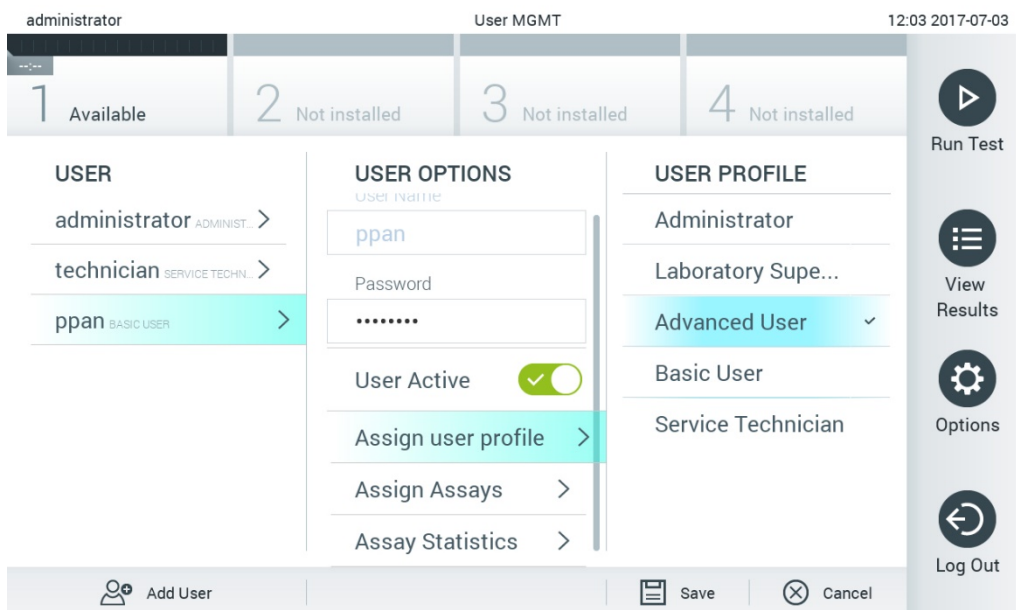

Abbildung 60: Zuweisung von Benutzerprofilen zu Benutzern
- Assign User Profile (Benutzerprofil zuweisen): Zuweisung eines anderen Benutzerprofils für diesen Benutzer (z. B. Administrator, Laboratory Supervisor (Laborleiter), Advanced User (Fortgeschrittener Benutzer), Basic User (Einfacher Benutzer)). Wählen Sie das entsprechende Benutzerprofil aus der Liste rechts im Inhaltsbereich aus (Abbildung 60).